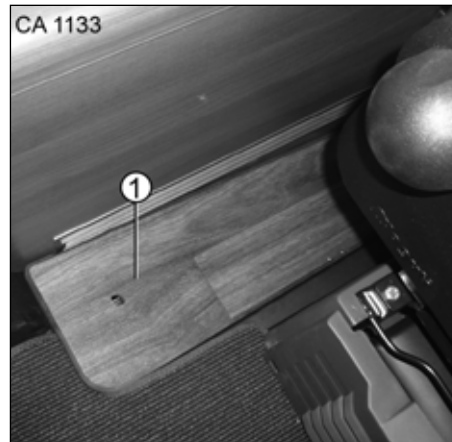

Fig. 103 Emplacement de la vanne de sectionnement de l'échangeur thermique
L'échangeur thermique se trouve sous la crédence du côté droit du véhicule et est accessible via le recouvrement (Fig. 103, pos. 1).